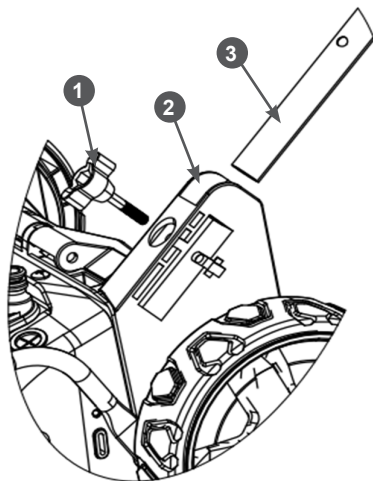

Рис. 4. Установка стоек рабочей рукоятки
2. Установите стойки рабочей рукоятки. Вставьте стойки в корпус газонокосилки, совместите отверстия в стойке и корпусе, вставьте в образовавшиеся отверстия барашковые винты и закрутите их (Рис. 4).